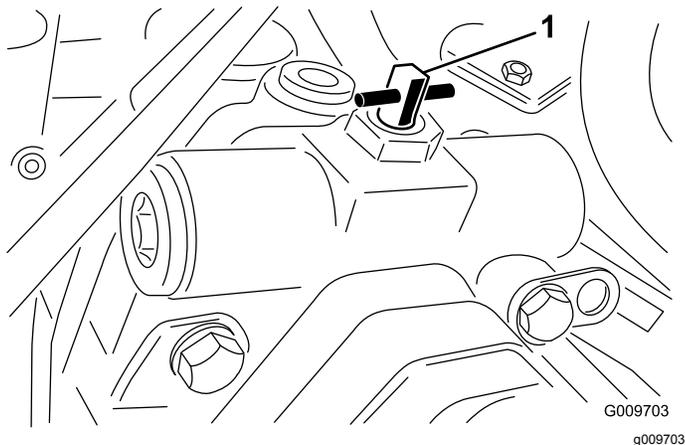

Рисунок 63
3. Поверните перепускной клапан на 90° (1/4 оборота) в любом направлении, чтобы открыть его и обеспечить внутренний перепуск масла (Рисунок 63).
2. Поверните перепускной клапан на 90° (¼ оборота) в любом направлении, чтобы открыть его и обеспечить внутренний перепуск масла (Рисунок 63).